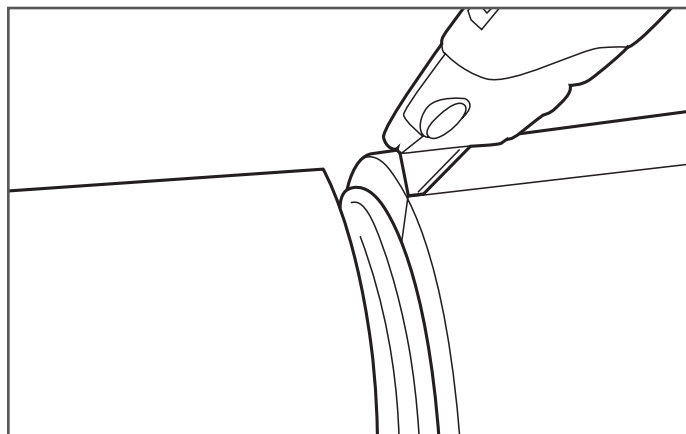

Figure 7-4
5. Coupez soigneusement la gaine extérieure dans le sens de la longueur avec le couteau universel pour faciliter le retrait. Ne rayez pas le tuyau DoubleTrac® (Figure 7-4).